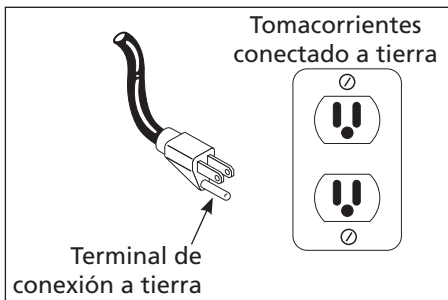

Figura 6 - Método de conexión a tierra
3. Este producto está diseñado para circuitos nominales de 120 voltios y tiene un enchufe para conexión a tierra similar al de la Figura 6. Cerciórese de conectarlo a un tomacorrientes cuya